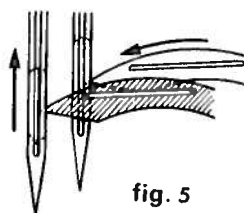

fig. 5
- Controllare che la punta del crochet, nella sua corsa verso sinistra, quando e' a filo della tangente sinistra dell'ago, si trovi nel centro dell'incavo dello stesso (fig. 5).